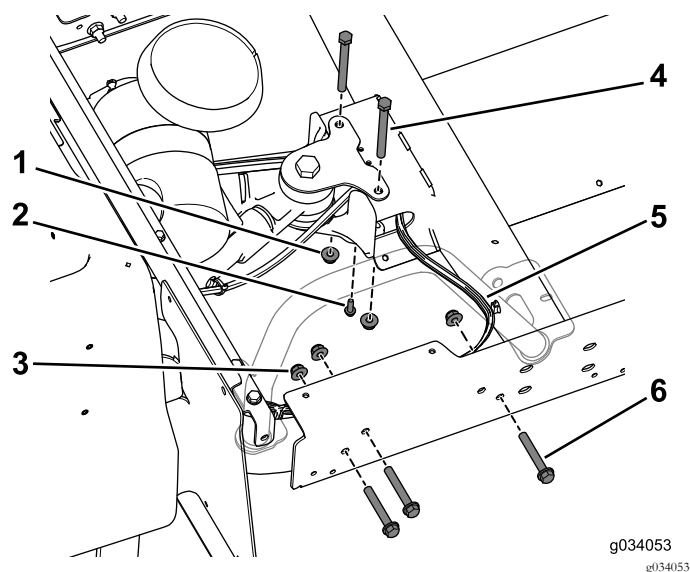

Figura 28
na estrutura traseira (Figura 28). Faça isto em ambos os lados da máquina.
Nota: Certifique-se de que a cablagem sai do canal central no lado direito (Figura 28).
- Utilize o parafuso autorroscante (1/4 x 3/4 pol.) para instalar a união em T da linha do travão no canal central (Figura 28).
- Utilize os dois parafusos (3/8 x 3 3/4 pol.) e as porcas flangeadas para instalar sem apertar o canal central na montagem traseira (Figura 28).